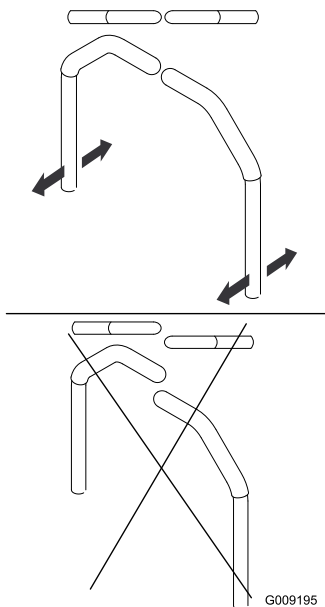

Bild 63
4. Richten Sie die Hebel in Längsrichtung aus. Bringen Sie die Hebel zuerst in der Neutral-Stellung zusammen und schieben Sie die Hebel dann so lange, bis sie ausgefluchtet sind. Ziehen Sie dann die Schrauben an (Bild 63).